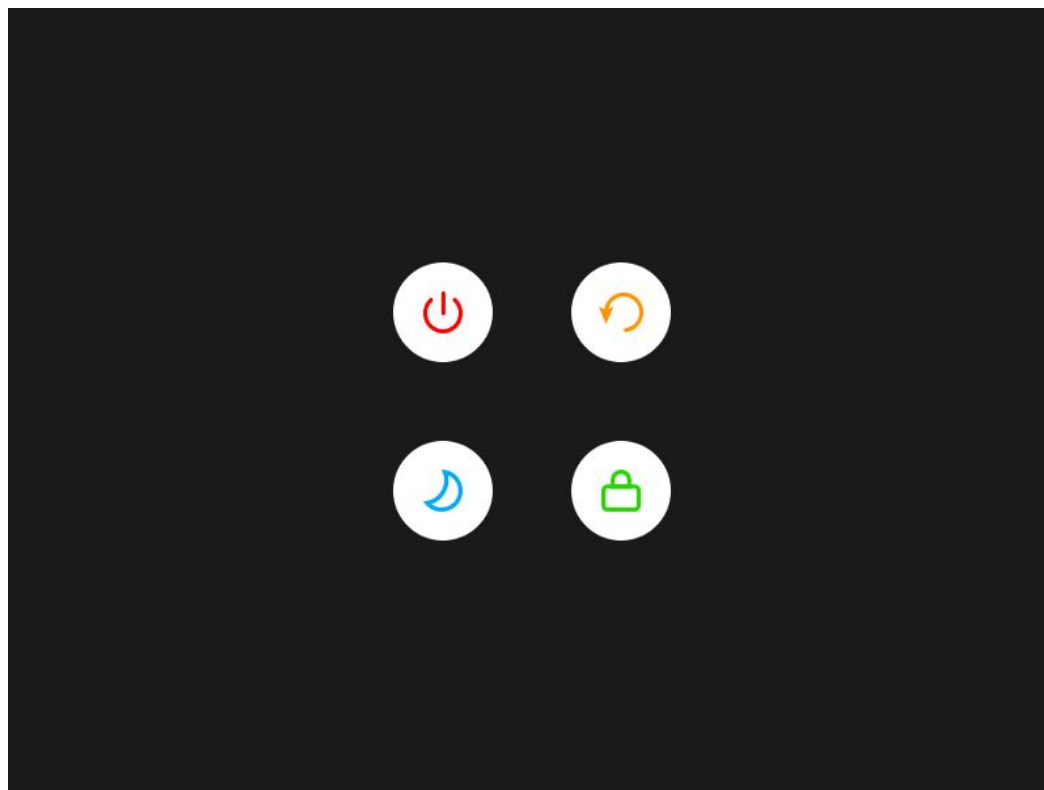

图 13-12 关机界面
长按电源键^①，将进入关机界面, 见图 13-12。关机界面包含 4 个选项: 关机、重启、待机、锁屏。